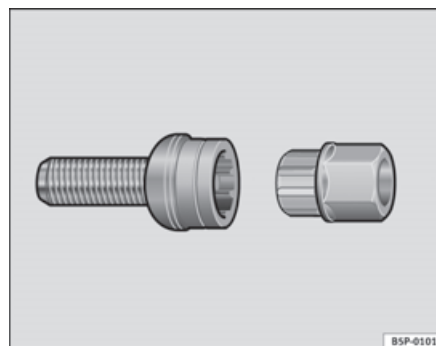

Fig. 183 Parafusos anti-roubo das rodas
- Colocar totalmente o adaptador no parafuso anti-roubo da roda ⇒ **fig. 183.**